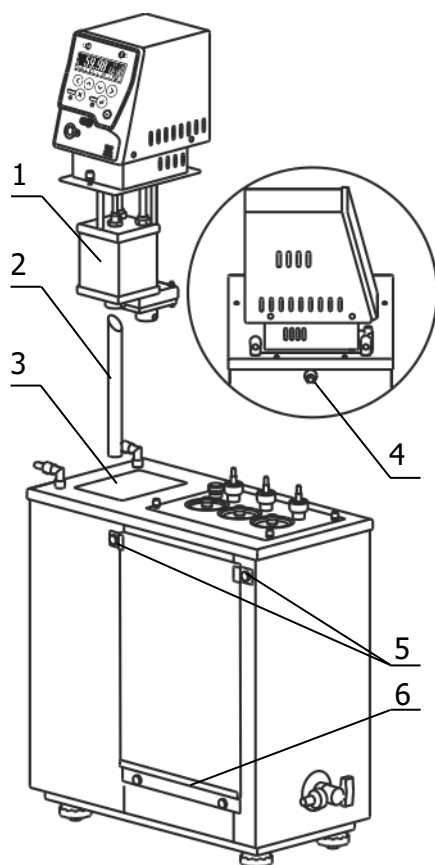

Рисунок 3 — Установка блока регулирования
2.2.3 Вставить выходную трубку 2 (рисунок 3) косым срезом до упора в резервуар 1 блока регулирования и зафиксировать ее винтом.
2.2.5 К переливному штуцеру 4 (рисунок 3) присоединить гибкий шланг, второй конец которого опустить в емкость для сбора излишков теплоносителя объемом 1.5–2 литра.
2.2.6 Защитное стекло 8 (рисунок 1), из комплекта поставки термостатов модели ВИС-Т-09, установить в паз нижней прижимной планки 6 (рисунок 3). Ослабить винтовые фиксаторы 5 верхних прижимных планок, отрегулировать положение стекла и затянуть винтовые фиксаторы.
2.2.7 Заполнить ванну термостата теплоносителем через одно из отверстий рабочих мест до момента начала слива теплоносителя из штуцера 4 (рисунок 3). Температурный диапазон применения теплоносителя должен соответствовать значениям, указанным в 1.2.6.
2.2.8 При первом запуске термостата необходимо включить блок регулирования в режиме прокачки в соответствии с документом ТКЛШ 3.222.009-53 РЭ «Блоки регулирования температуры погружные циркуляционные М53 серии МАСТЕР». При работе циркуляционного насоса теплоноситель переливается из рабочей ванны в дополнительную и его уровень в дополнительной ванне понижается. Доливать теплоноситель следует до тех пор, пока он не начнет переливаться через штуцер 4 (рисунок 3).
2.2.9 Причина отсутствия перелива — неправильная работа насоса, вызванная воздушной пробкой, образовавшейся в резервуаре 1 (рисунок 3). Для ее устранения необходимо: